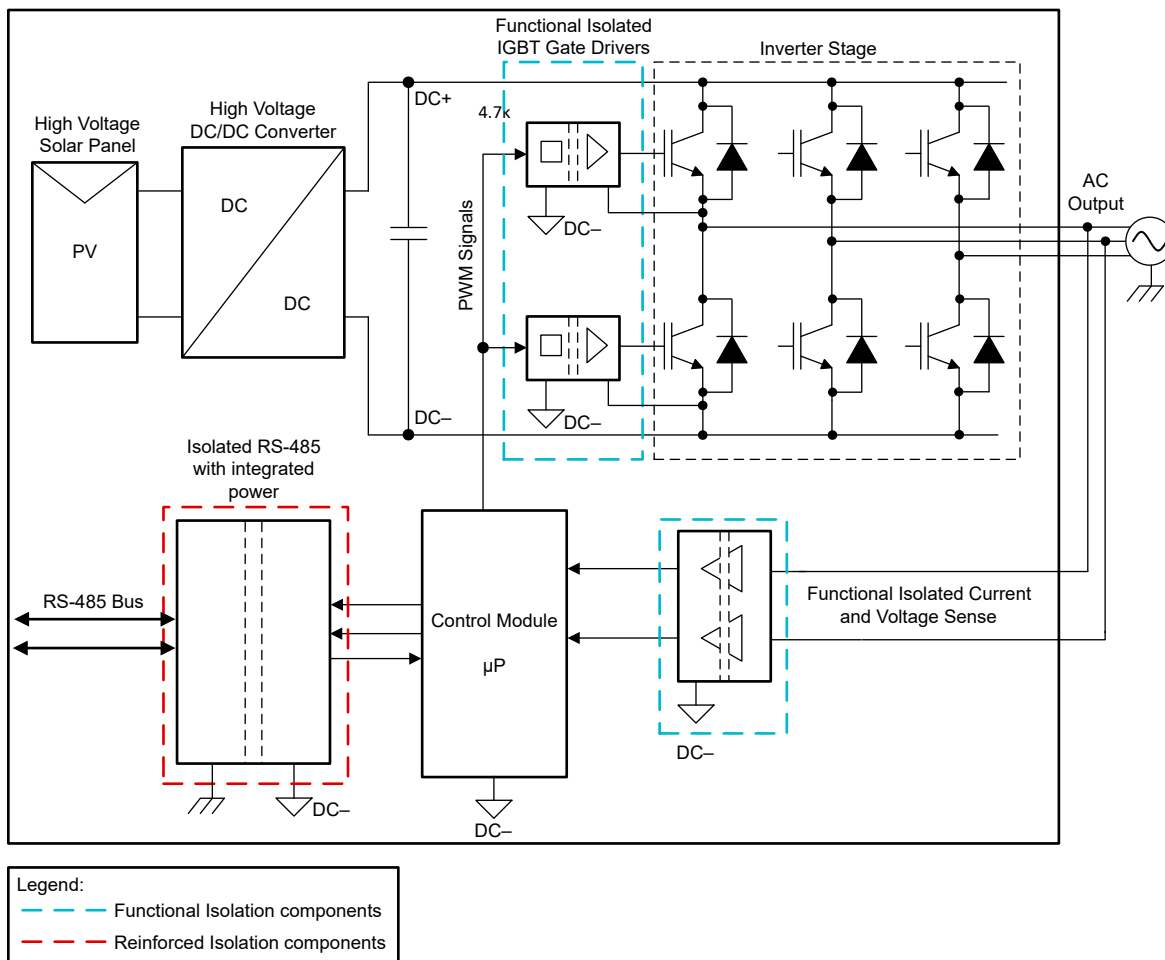

图 7. 光伏逆变器方框图
2. 光伏逆变器：图 7 所示为光伏逆变器方框图。RS-485 接口通常用于从控制模块到控制站的通信。在该架构中，控制模块与逆变器级在功能上是隔离的。增加直流链路电压以提高逆变器效率的趋势给选择隔离式 RS-485 以满足更高的隔离电压要求带来了额外负担。考虑到控制站内人员的安全，隔离式 RS-485 还必须符合增强型隔离标准。通过采用直流链路侧的电源，ISOW14x2 器件提供 1500V_{PK} 工作电压和增强型隔离，使其成为与控制模块进行外部通信的理想选择。